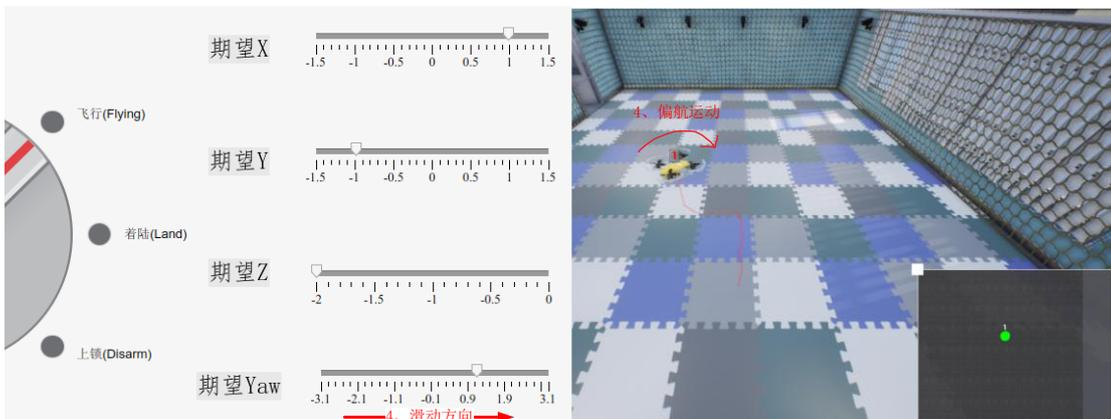

图 28 滑动滑杆期望 Yaw 无人机发生偏航运动
(5) 如图 28 所示，滑动设置期望 Yaw 的滑杆至大约 1rad 处。可通过鼠标左键在滑杆 1rad 处单击实现滑动，可在 RflySim3D 中观察到飞机发生转动。